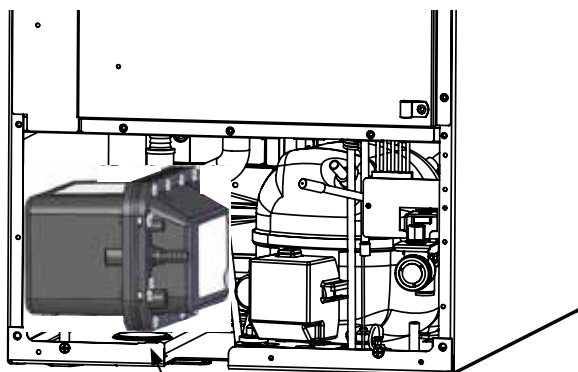

Figure 49
6. Faites pivoter la pompe de drainage et sortez-la de l'appareil à glaçons (Voir la Figure 49). Il peut être nécessaire de débrancher la liaison du fil de terre sur le rebord arrière de l'armoire (Voyez la Figure 45).